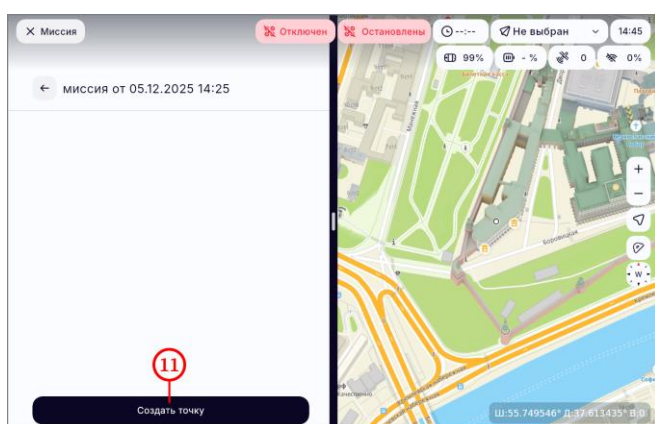

Рисунок 48
- нажать на кнопку «Создать точку» (рисунок 48, шаг 11);